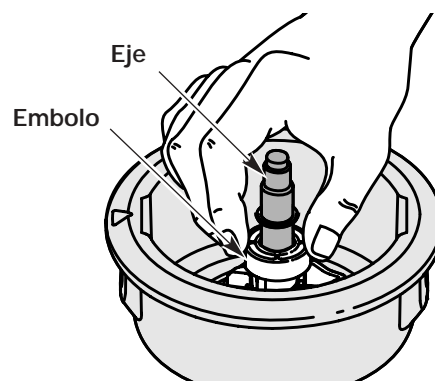

Fig. 24
5. Limpie el eje y la superficie interior de la bobina exterior. Para limpiar el eje debajo del émbolo, empuje el émbolo hacia abajo (Fig. 24). Saque toda la suciedad o residuos del eje.